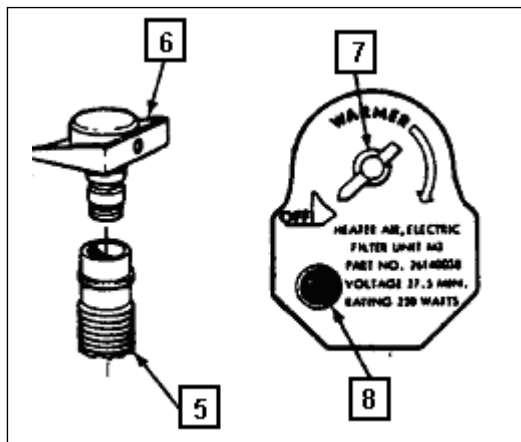

Fig 8-54. Controles do aquecedor de ar
(5) desconectar a mangueira da caixa de proteção e conectar no receptáculo apropriado(6).(Fig 8-54)
(6) girar o botão do aquecedor de ar no sentido anti-horário para a posição desligado, se o aquecedor estiver em uso. O indicador deverá se apagar.